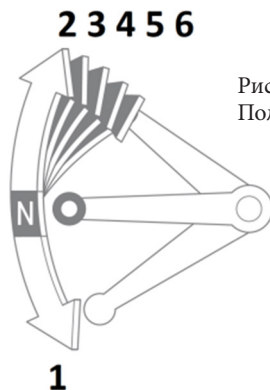

Рисунок 3.4
3. Включите нейтральную передачу в положение N (рис. 3.4).
1. Включите нейтральную передачу в положение N (рис. 3.4).